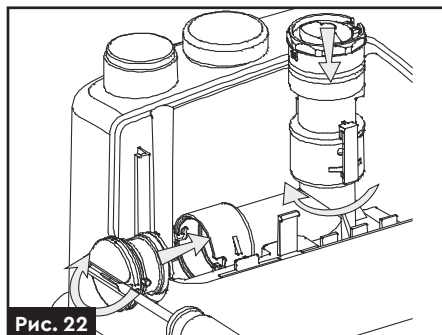

Рис. 22
3. На напірний патрубок встановіть відповідний адаптер (рис. 22).
4. Другий кінець адаптеру напірного патрубка необхідно закрити заглушкою (рис. 22).